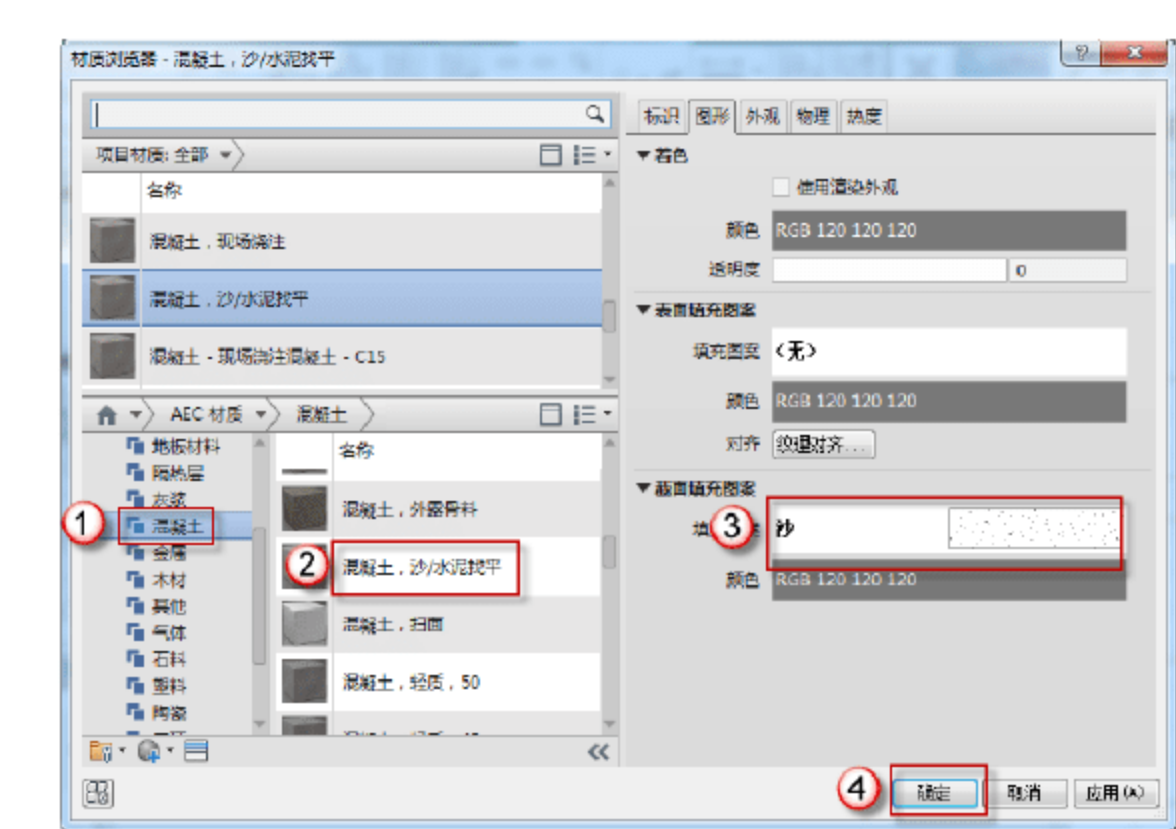

图 9.2.5 编辑“衬底[2]”材质
(4) 编辑“衬底[2]”材质。在“编辑部件”对话框中，单击“衬底[2]”对应的“材质”单元格右上角的“浏览”按钮，在弹出的“材质浏览器”对话框中，在“AEC 材质”下选择“混凝土”→“混凝土，沙/水泥找平”，填充图案选择“沙”图案，如图 9.2.5 所示。单击“确定”按钮，返回“编辑部件”对话框，然后将其对应的厚度设置为“20mm”。